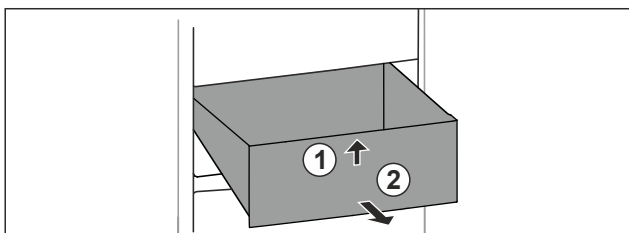

Fig. 93
- ▶ Schubfach vorne anheben. Fig. 93 (1)
- ▶ Schubfach nach vorne entnehmen. Fig. 93 (2)